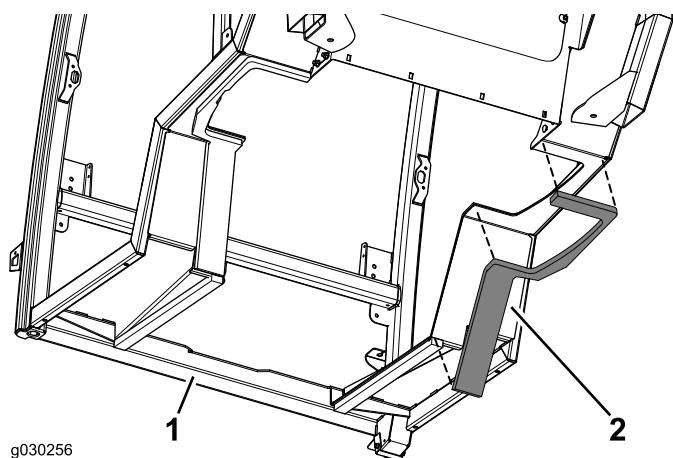

Figura 14
5. Aplique o vedante direito no lado direito da cabina (Figura 14).